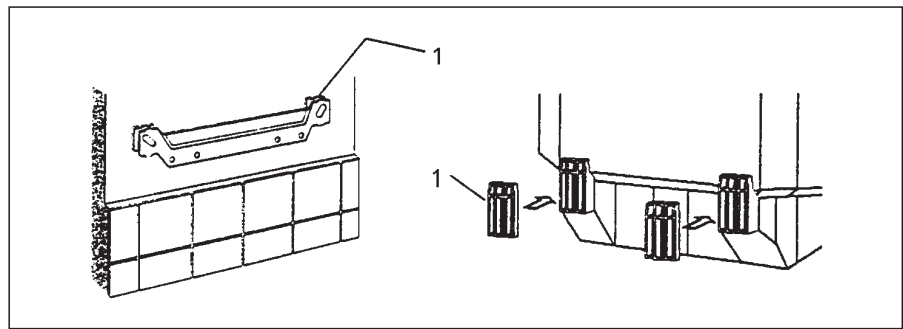

Fig. 5
- Fijar el perfil de montaje a la pared. Seleccionar los elementos de fijación en función de la resistencia de la pared. En el caso del HFA 150 E son necesarios 2 perfiles de montaje. Compensar las irregularidades del paramento utilizando los distanciadores incluidos (de 5 mm de grosor, fig. 5, pos. 1).